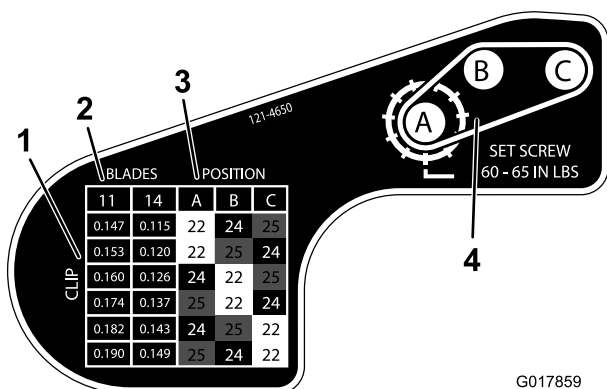

Figure 15
6. En vous aidant du tableau imprimé sur l'autocollant illustré à la Figure 15, déterminez le réglage de coupe voulu et les poulies qui devront être déplacées.
9. Posez chaque poulie selon la configuration indiquée sur l'autocollant (Figure 15). Vérifiez que les vis de